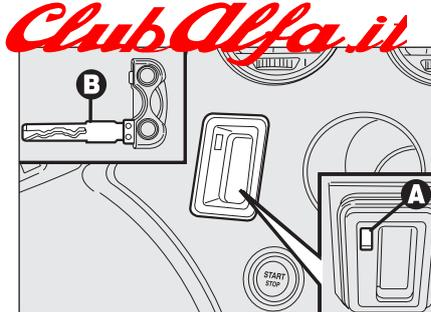

fig. 1
- inserire l’inserto metallico **B-fig. 1** della chiave elettronica nella fessura **A**;
AVVERTENZA Non introdurre nella fessura **A-fig.1** oggetti diversi dall’inserto metallico **B** della chiave elettronica.